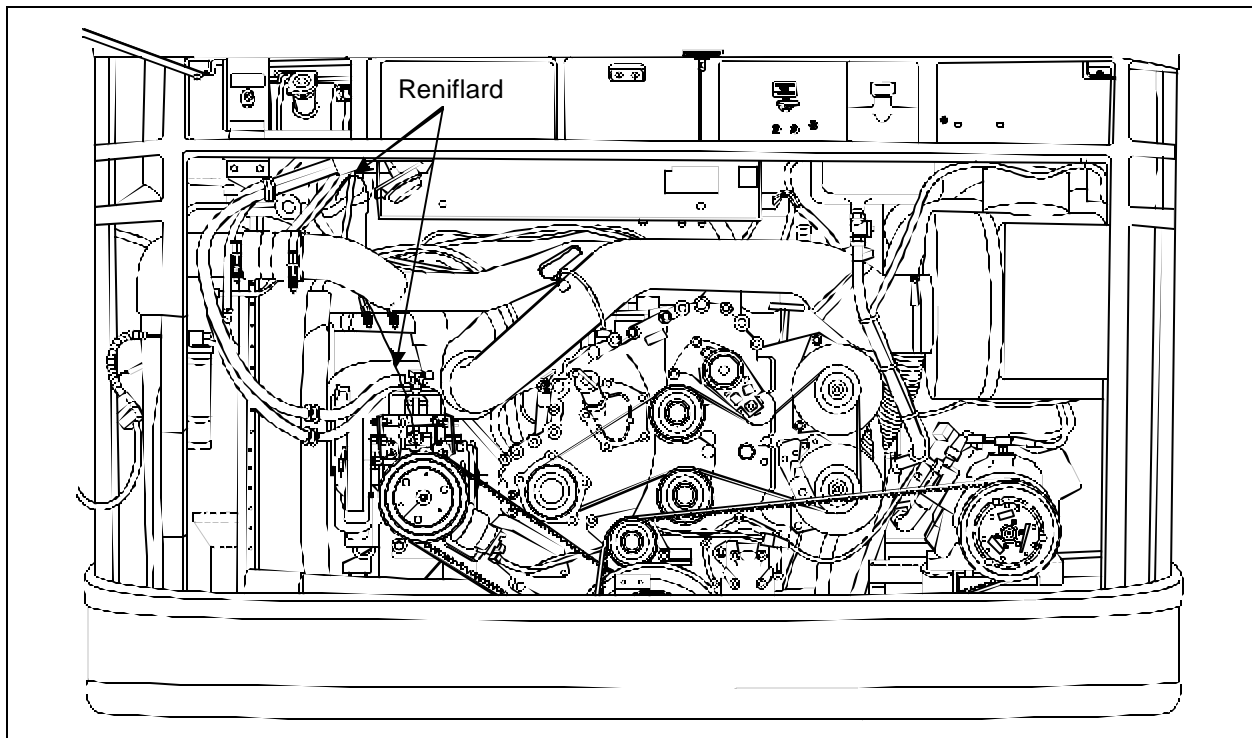

FIGURE 2 : INSTALLATION DU RENIFLARD DE LA BOÎTE D'ENGRENAGES (VUE TYPIQUE)
5. À l'aide des attaches de nylon fournies, retenir l'autre extrémité du boyau, l'ouverture par le bas, sur un des boyaux du réservoir d'expansion (voir figure 2).